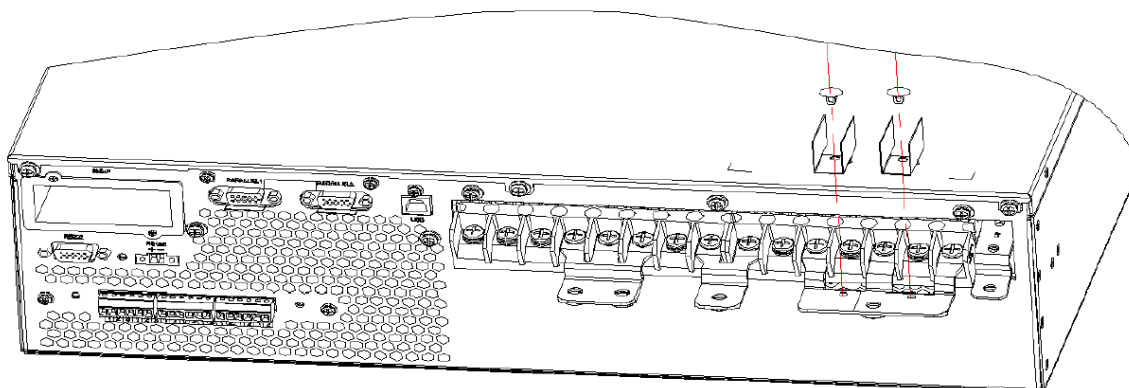
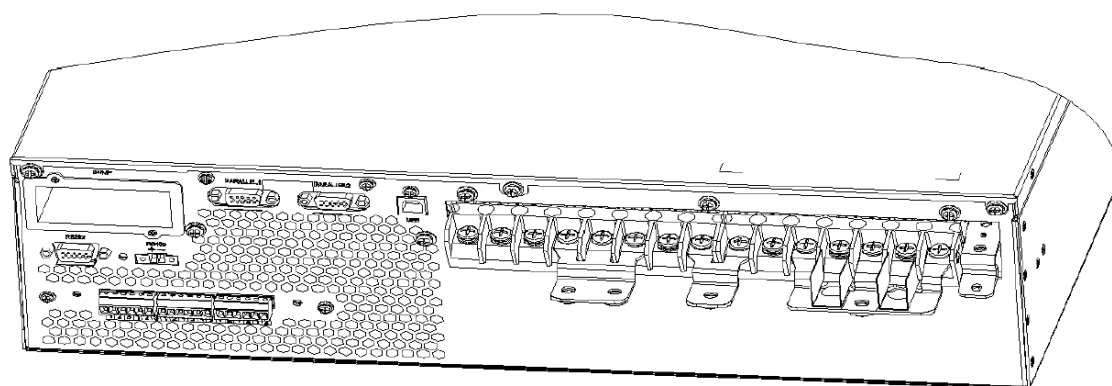

Рисунок 18. Установка изоляционной пленки
Рисунок 19. Фиксация изоляционной пленки
3. Установите изоляционную пленку (аксессуар) на медную перемычку No.5 (Рисунок 18), и зафиксируйте пластиковой заклепкой (Рисунок 19).